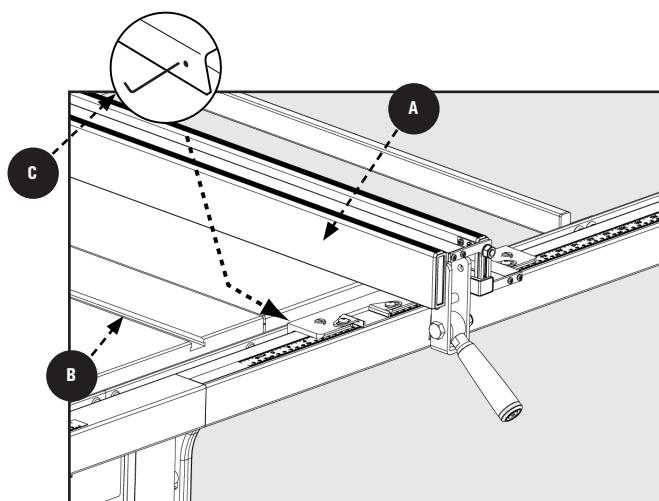

Figure 31
2. Si la paroi du guide **A** Figure 31 n'est pas parallèle à la fente **B**, soulevez le levier de serrage et levez le guide et placez-le sur la table de sciage.